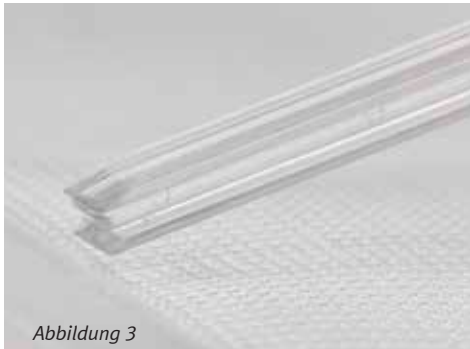

Abbildung 3
- Stange nach oben ausrichten. Die Oberseite hat eine abgeschrägte Kante. Auf der Unterseite befindet sich eine Lippe, die in einen Schlitz am Schalenrand eingesteckt werden kann (Abbildung 3).